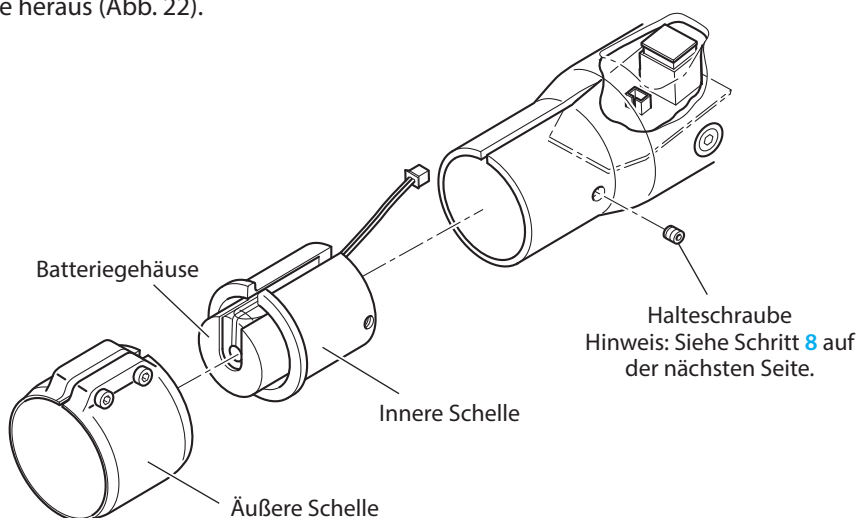

Abb. 22: Entfernen der Schellen
- 3 Entfernen Sie die äußere Schelle aus dem Rahmen, entfernen Sie die Halteschraube und ziehen Sie die innere Schelle zusammen mit dem Batteriegehäuse heraus (Abb. 22).
Hinweis: Platzieren Sie beim Anbringen der inneren Schelle wie in Abb. 22 gezeigt den Batterieanschluss auf der Oberseite der Leiterplatte.